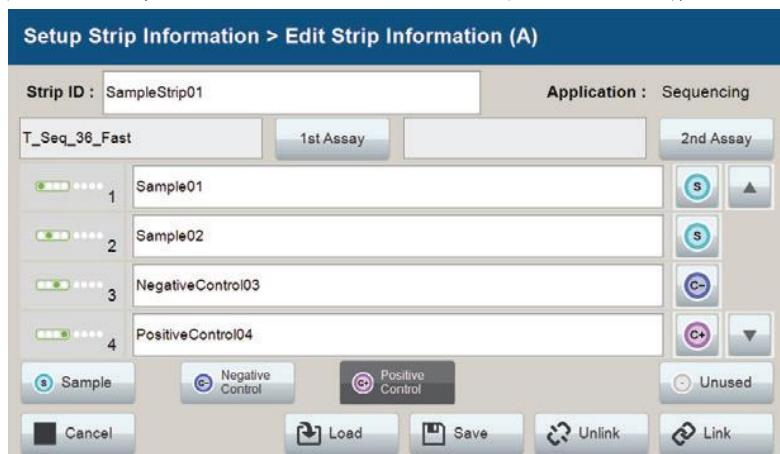

図 91 設定完了時の Edit Strip Information 画面
- ストリップのすべての情報の入力と確認が終わったら、Edit Strip Information 画面の右下隅にある **Link** を選択します。（図 91）これによりストリップがランに紐付けられます。
ストリップ情報を保存して今後のランに使用する場合は、Edit Strip Information 画面の下部にある **Save** を選択して情報を保存します。（図 91）